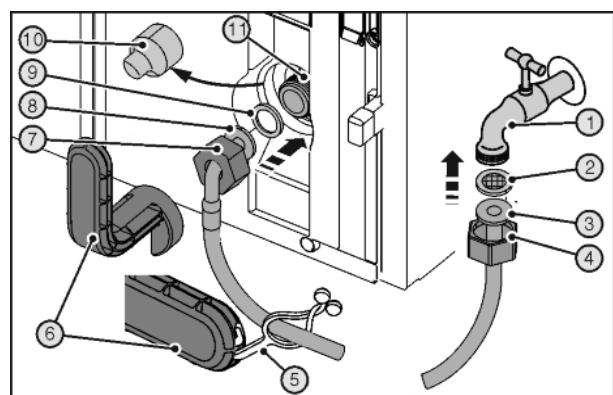

Fig. 27
Резаные раны из-за поломанного вспомогательного инструмента Fig. 27 (6).
- ▶ Вспомогательный инструмент Fig. 27 (6) использовать только при комнатной температуре.
- ▶ До конца сдвинуть гайку Fig. 27 (4) через прямой конец шланга Fig. 27 (3) и удерживать.
- ▶ Вставить ситовую ловушку Fig. 27 (2) в гайку Fig. 27 (4).
- ▶ Ситовая ловушка Fig. 27 (2) прилегает к прямому концу шланга Fig. 27 (3) и слегка поддерживается.
- ▶ Подсоедините к запорному крану Fig. 27 (1) гайку Fig. 27 (4) с расположенной на прямом конце шланга Fig. 27 (3) ситовой ловушкой Fig. 27 (2).
- ▶ Временным открытием запорного крана Fig. 27 (1) подачи воды удалить воздух из водопровода и заполнить водой. Шланг для этого держать в ведре.
- ▶ Снять крышку Fig. 27 (10).
- ▶ До конца сдвинуть гайку Fig. 27 (7) через конец шланга в виде угла Fig. 27 (8) и удерживать.
- ▶ Смочить уплотнение Fig. 27 (9) и вдавить в гайке Fig. 27 (7) на конце шланга в виде угла Fig. 27 (8).
- ▶ Уплотнение Fig. 27 (9) прилегает к концу шланга в виде угла Fig. 27 (8) и слегка поддерживается.
- ▶ Подсоедините к электромагнитному клапану Fig. 27 (11) гайку Fig. 27 (7) с расположенным на изогнутом в виде угла конце шланга Fig. 27 (8) уплотнением Fig. 27 (9).
- ▶ Затяните подключения с помощью вспомогательного инструмента Fig. 27 (6) по часовой стрелке, пока не будет достигнут максимальный момента затяжки и вспомогательный инструмент Fig. 27 (6) начнет прокручиваться.
- ▶ Откройте запорный кран Fig. 27 (1) системы подвода воды и проверьте герметичность всей водяной системы.
- ▶ Зацепить накладку Fig. 27 (5) в вспомогательном инструменте Fig. 27 (6) и для хранения закрепить на шланге из высококачественной стали.